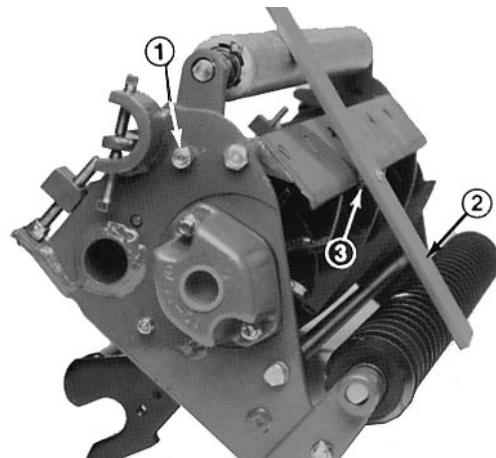

Bild 7
- Die Sicherungsmuttern lockern, mit denen die Schnitthöhenprofile an beiden Seiten der Mähspindel abgesichert sind (Bild 7).
- Die Leiste über die vorderen und hinteren Rollen legen und die Einstellschraube soweit einstellen, bis die Unterseite des Schraubenkopfes die Schnittkante des Untermessers berührt (Bild 7).